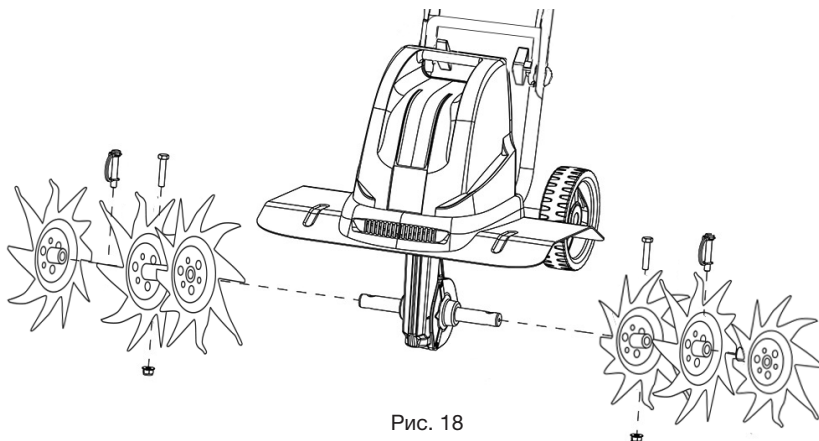

Рис. 18
- Соберите фрезы согласно схеме (Рис. 18).